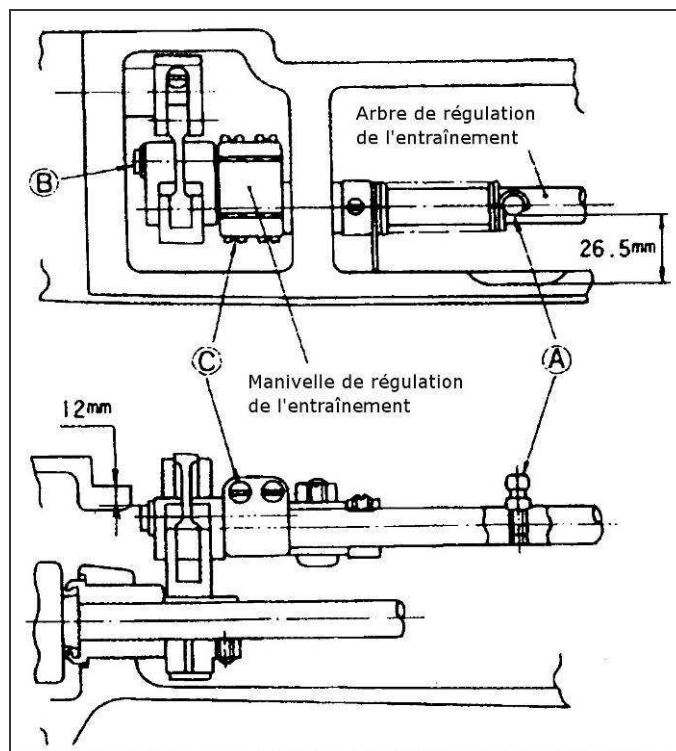

Figure 12
3) Réglage de la manivelle d'entraînement (Fig.12) :
(1) Régler l'espace entre la vis spécial A sur l'arbre de régulation d'entraînement et le côté de la fonderie du bras de machine à 26,5 mm comme indiqué sur la figure 12.
(2) Tout en maintenant l'arbre de régulation de l'entraînement comme explique en (1) ci-dessus, régler la manivelle de l'entraînement. Ce réglage doit permettre d'obtenir un espace de 12 mm entre l'extérieur de la goupille B situé sur la manivelle et la partie supérieur de la fonderie de la machine. Serrer les vis C